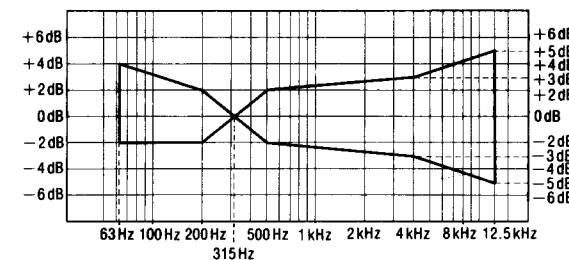

Fig. 5
3. Vérifier que la fréquence soit en deçà de la plage montrée à la Fig. 5, à la fois pour le canal de gauche et le canal de droite.